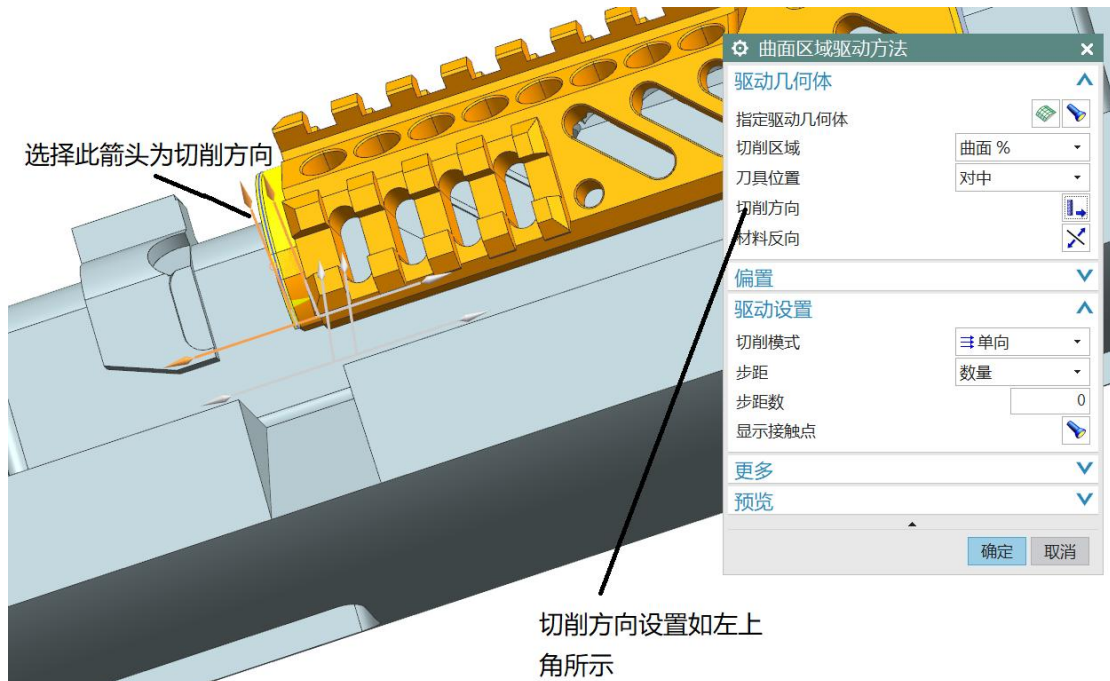

图 7-14 切削方向修改
①、修改切削方向，顺铣完成曲面精加工。如图 7-14 所示。